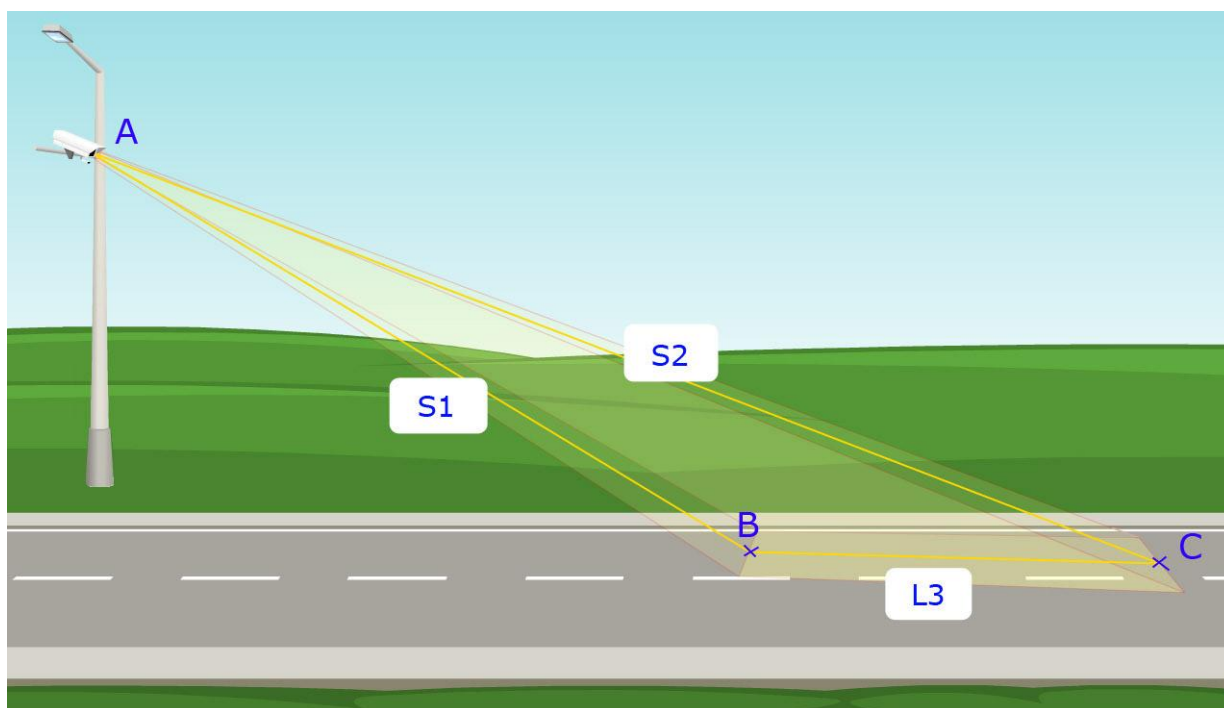
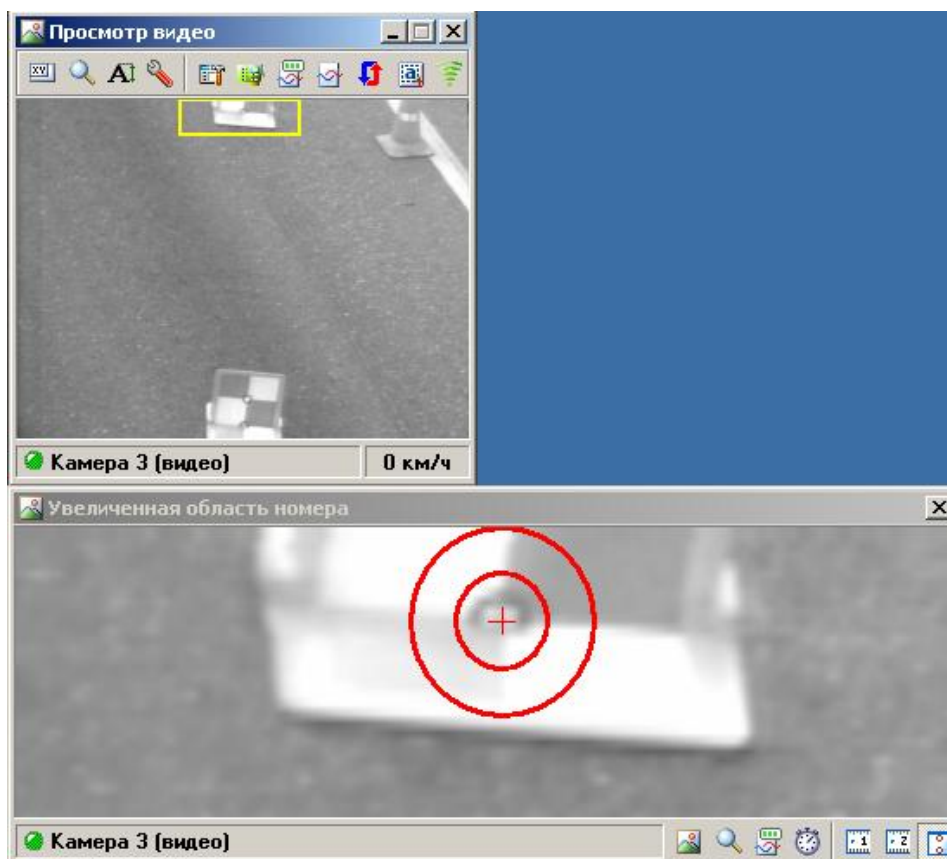
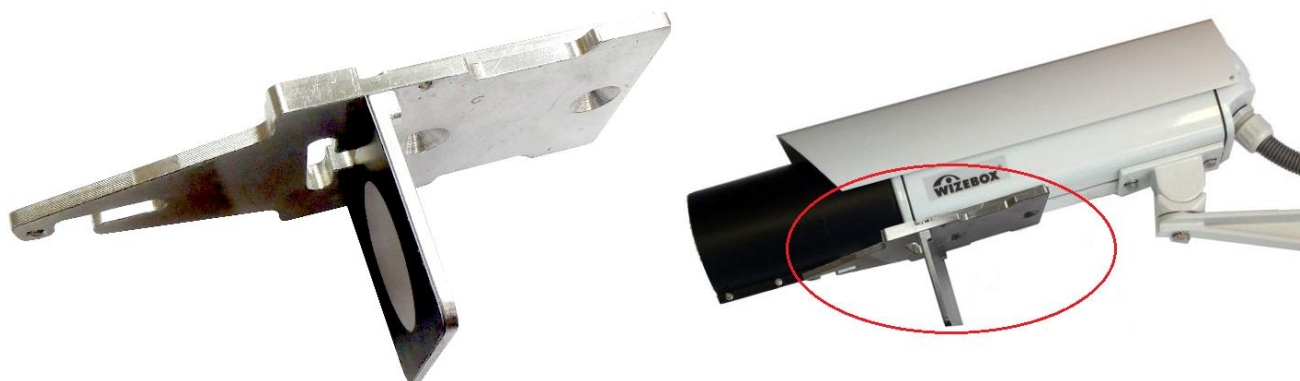

Рисунок 8.4 – Измерения по Схеме №3
Рисунок 8.5 – Позиционирование мишеней в зоне контроля по видеоизображению
Рисунок 8.6 –Мишень для дальномера на видеодатчике
Измерения производятся без использования автовышки. В качестве точек отсчета используются три мишени – одна размещена на нижней поверхности видеодатчика (см. рисунок 8.6), и две устанавливаются в точках «В» и «С» зоны контроля (см. рисунок 8.4).
- 1) Установить мишень в сборе в точке «В» на ближней границе зоны контроля (см. рисунок 8.5). По увеличенному изображению области зоны контроля добиться совмещения красного перекрестия на экране и нижнего круга на мишени. Затем, не двигая основание мишени, снять вертикальную пластину и установить кронштейн с дальномером на
основание мишени через S-образный переходник. Произвести измерение дальномером до мишени под видеодатчиком – расстояние S_1 (см. рисунок 8.6).
- 2) Установить вторую мишень в сборе в точке «С» на дальней границе зоны контроля (см. рисунок 8.5). По увеличенному изображению области зоны контроля добиться совмещения красного перекрестия на экране и нижнего круга на мишени. Затем, не двигая основание мишени, снять вертикальную пластину и установить кронштейн с дальномером на основание мишени через S-образный переходник. Произвести измерение дальномером до мишени под видеодатчиком – расстояние S_2 (см. рисунок 8.6).
- 3) Установить вертикальную пластину на основание мишени в точке «В» на ближней границе зоны контроля. Произвести измерение дальномером длины зоны контроля до мишени в точке «В» – расстояние L_3 (см. рисунок 8.6).